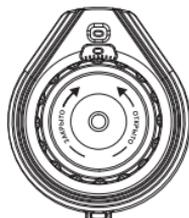

Рис.4
1. Полностью закройте клапан (рис. 4).